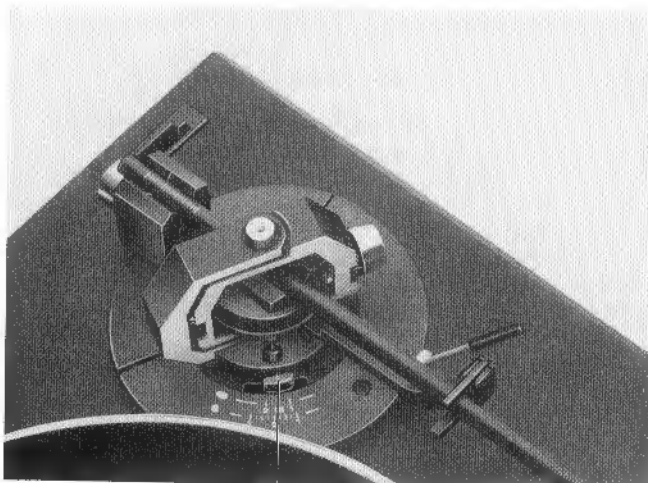

Fig. 3
1. Nach Anschluß an Wechselstromnetz Antiskatingeinrichtung ausschalten. Dazu Einstellknopf 7 entgegen dem Uhrzeigersinn bis an Anschlag schieben (Fig. 3).